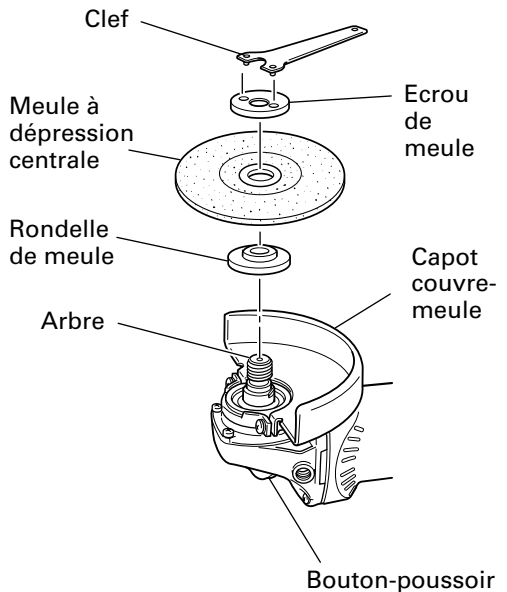

Fig. 5
S'assurer que la bouton-poussoir n'est pas engagée appuyant dessus deux ou trois fois avant de mettre la meuleuse à disque en marche. (Fig. 5)
(1) Mettre la meuleuse à disque à l'envers de façon que l'arbre soit dirigé vers le haut.
- (2) Aligner l'entaille de forme ovale de la rondelle de meule avec l'encoche de l'arbre, puis les attacher.
(3) Positionner la protubérance de la meule à dépression centrale sur la rondelle de meule.
(4) Visser l'écrou de meule sur l'arbre.
(5) Tout en poussant sur la bouton-poussoir avec une main, verrouiller l'arbre en tournant doucement la meule à dépression centrale avec l'autre main. Serrer l'écrou de meule en utilisant la clef fournie comme montré sur la Fig. 5.